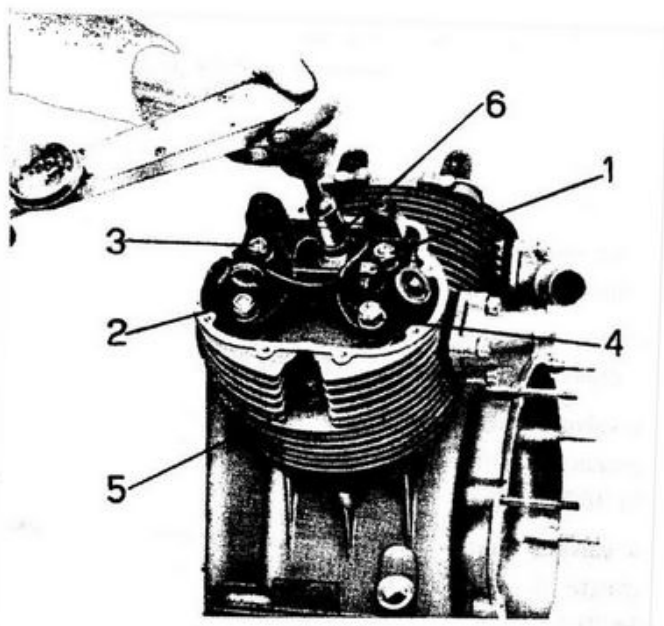

Fig. 29
- i dadi e le colonnette avvitandole a fondo con ordine incrociato senza bloccarli. Con chiave dinamometrica con coppia di serraggio di kg/m 3,800 bloccare gradualmente i dadi e quindi le colonnette osservando l'ordine di bloccaggio di fig. 29 (1-2-3-4-5-6).